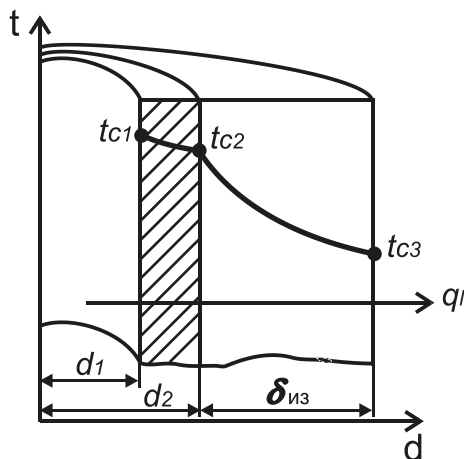

Рис. 2.6
**2.7.** На какой глубине в земле нужно проложить коллектор (рис. 2.6) для трубопровода горячей воды, чтобы температура на его внутренней поверхности не понижалась ниже 0 °С даже при температуре поверхности земли  $t_3 = -45$  °С, если плотность теплового потока (потери теплоты) от крышки коллектора к поверхности земли составляет  $q = 15$  Вт/м2. Толщина бетонной крышки коллектора  $\delta_6 = 150$  мм, коэффициенты теплопроводности бетона  $\lambda_6 = 1,28$  Вт/м·К, земли  $\lambda_3 = 0,66$  Вт/м·К.